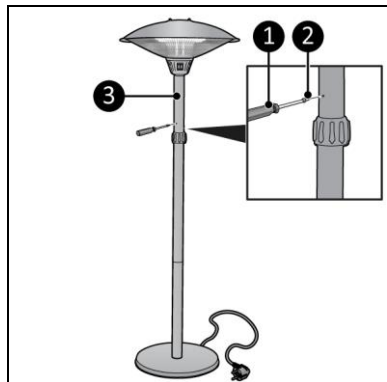

Figure 7
7. Desserrez l'anneau de réglage et sortez le tube intérieur (figure 7, pos. 3) du tube réglable jusqu'à ce qu'un trou apparaisse.
8. Insérez une petite vis (figure 7, pos. 2) dans le trou et serrez-la avec un tournevis cruciforme (figure 7, pos. 1).